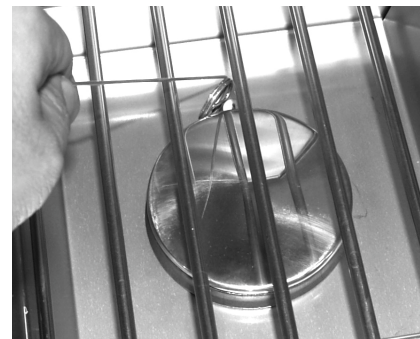

Fig. 28-2 - Éclairage manuel
2. Insérez un allumeur brûlant de butane de long-baril, une allumette brûlante de long-tige, ou une allumette brûlante tenue par un support de prolongation de fil par la grille à cuire s'ouvrant au brûleur (Fig. 28-2). Tenez la flamme contre le bord du brûleur.
4. Si le brûleur ne se allume pas dans les cinq (5) secondes de tourner le bouton de commande, **appuyez immédiatement sur le bouton et tournez la valve jusqu'à la position OFF**. **ATTENDEZ CINQ (5) MINUTES** avant de répéter les étapes 2 à 4 des instructions MANUELLES D'ÉCLAIRAGE.